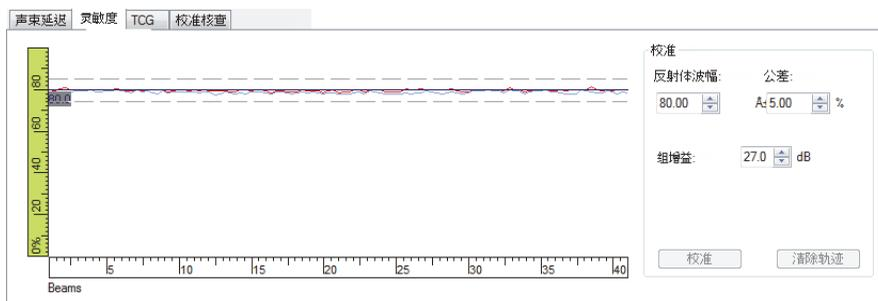

图 4-23 用于灵敏度校准的曲线
- 在校准试块的参考反射体上重新进行一次扫查，通过确认红线是否出现在两条公差线之间来验证校准（参见第117页的图 4-23）。